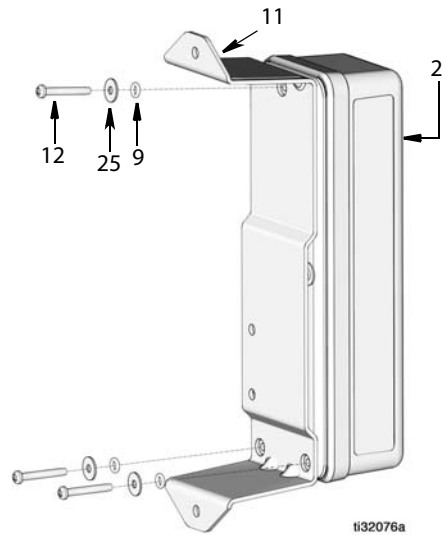

Рис. 12
21. Выровняйте корпус регулятора (2) относительно кронштейна (11). Установите уплотнительные кольца круглого сечения (9), шайбы (25) и винты (12), чтобы закрепить кронштейн на корпусе (Рис. 12).